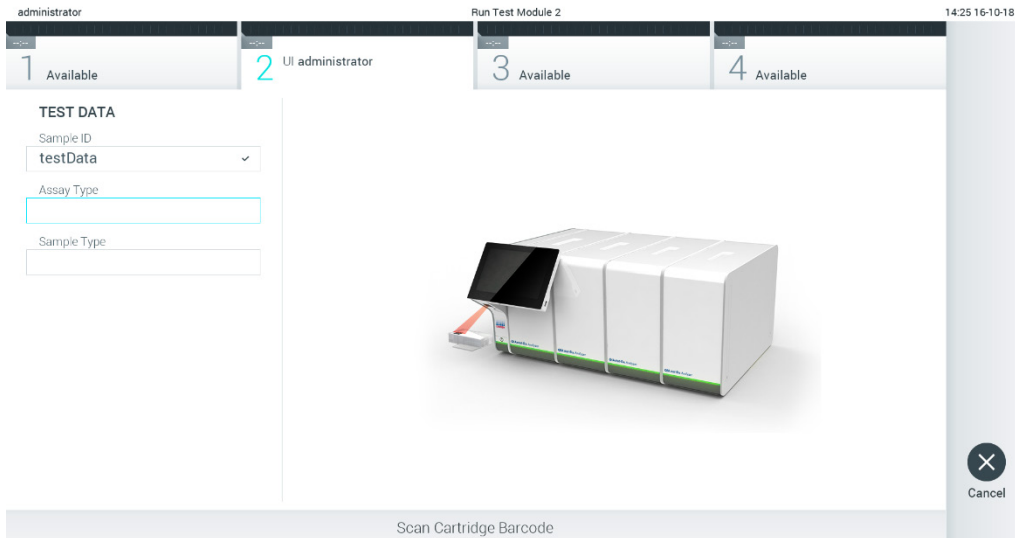

図 24. QIAstat-Dx assay cartridge バーコードをスキャン。
3. 指示されたら、使用する QIAstat-Dx アッセイカートリッジのバーコードをスキャンします。QIAstat-Dx Analyzer 1.0 が、QIAstat-Dx アッセイカートリッジのバーコードに基づき、実行するアッセイを自動認識します (図 24)。